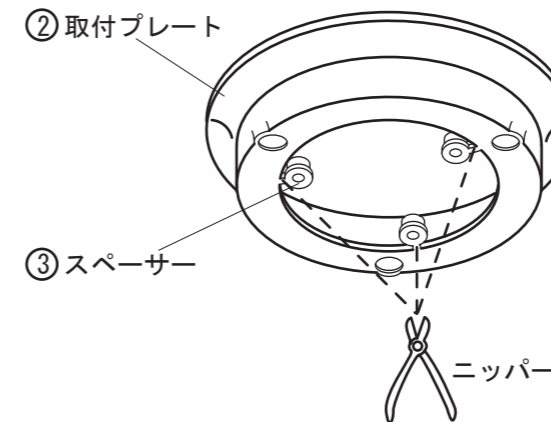

図5
- 4) ②取付プレートに付いている③スペーサー(3ヶ)をニッパーで切取して下さい。(図5参照)